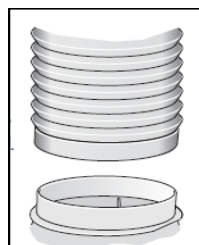

图. 6
## 链接 (图. 6 & 6.1)
- 把  $\varnothing 150\text{mm}$  管直接装到出风口, 并紧固(图. 6).